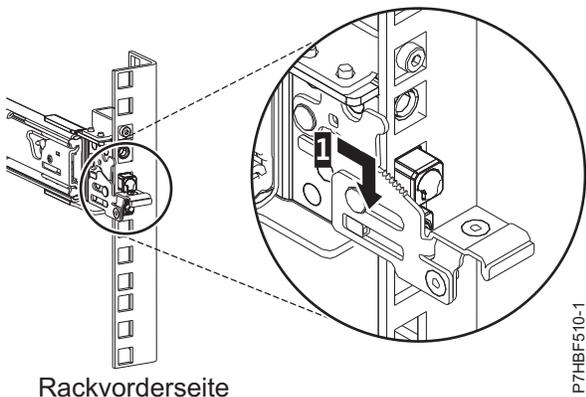

Abbildung 5. An der vorderen Schiene des Racks befestigte Stifte
6. Ziehen Sie die Schiene nach vorne und setzen Sie an der Vorderseite der Schiene drei Stifte in die zuvor markierten Bohrungen innerhalb der ausgewählten EIA-Einheit ein. Senken Sie die Schiene ab **(1)**, damit der hakenförmige mittlere Stift einrastet. Einzelheiten finden Sie unter Abb. 5.